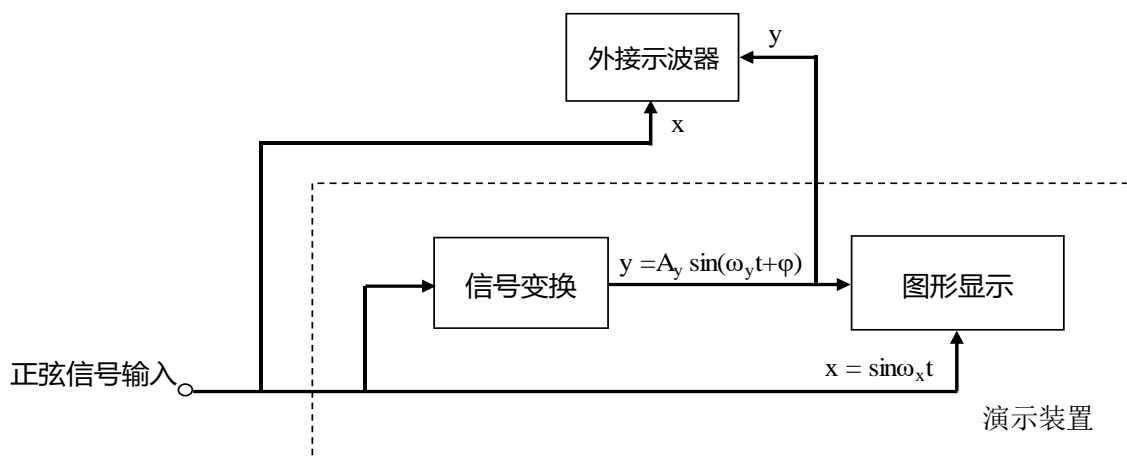

图 1 李萨如（Lissajous）图形演示装置示意图
设计并实现李萨如（Lissajous）图形演示装置，如图 1 所示。输入正弦信号作为 x 轴信号，其峰峰值 2V，频率 1.5kHz~2kHz；对输入的正弦信号进行幅度和频率变换后产生 y 轴信号；装置显示器上显示对应的李萨如（Lissajous）图形。
- (1) y 轴与 x 轴信号频率倍数 1~5 倍程控可调,1 倍步进;频率误差绝对值不大于 100Hz。(30 分)
- (2) y 轴信号峰峰值 1V、2V、3V 程控可选,; 幅度误差绝对值不大于 0.1V。(18 分)
- (3) y 轴正弦信号可转换为相应的三角波信号。(10 分)
- (4) 装置可测量并显示 y 轴与 x 轴信号初始相位差 (参见图 1 中 ϕ), 测量误差绝对值不大于 5° 。(12 分)
- (5) 装置显示器上显示李萨如(Lissajous)图形。(20 分)
- (6) 其他。(10 分)
- (7) 设计报告。(10 分)